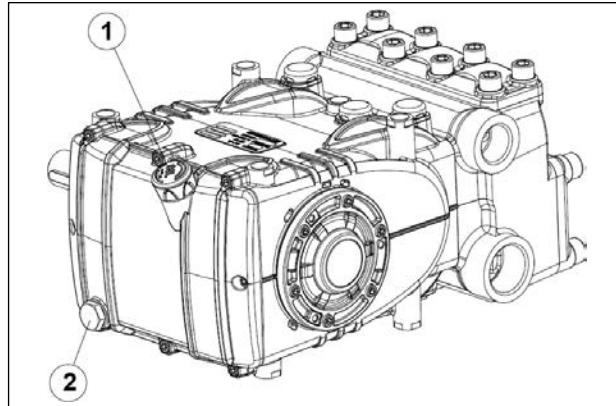

图3
从图3的位置①处的液面杆进行查看。
润滑油液面的正确检查是在泵浦处于环境温度下时进行，润滑油的更换可在泵浦于环境温度，通过拆下：位置①处的液面杆和图3的位置②处的塞子来进行。